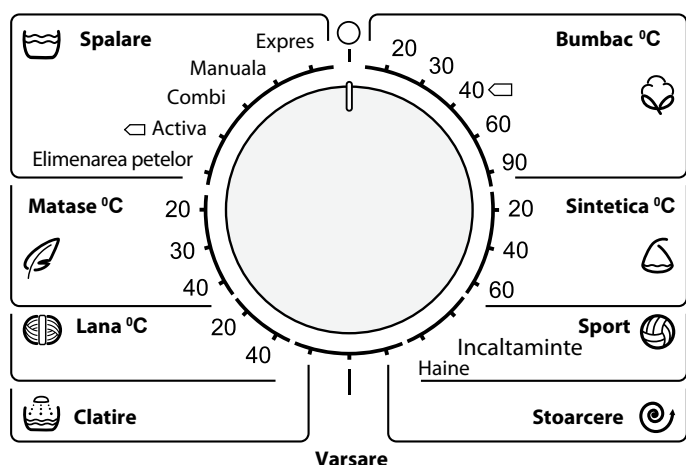

Figura 2 – Mănerul de alegere a programului de spălare
**1.1.2 Selectorul** este folosit pentru pornirea/oprirea mașinii și alegerea programului de spălare, în conformitate cu figura 2. În jurul selectorului sunt imprimate denumirile programelor și simbolul . Selectorul se rotește în ambele direcții (în sensul acelor de ceasornic sau în sensul contrar acelor de ceasornic), și se fixează la diviziunea corespunzătoare a programului selectat. La fixarea selectorului la simbolul mașina se oprește.
**1.3.2** Pentru a porni mașina fixați selectorul în conformitate cu figura 2 la diviziunea programului de spălare necesar – se aprind indicatorii operației de spălare a programului selectat.